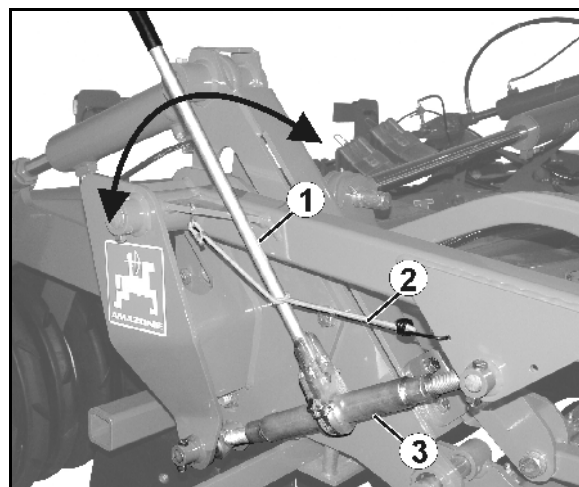

Рис. 39
1. Отсоедините рычаг (Рис. 39/1) от стяжного хомута (Рис. 39/2).
4. При помощи рычага удлините / укоротите шпиндель (Рис. 39/3).